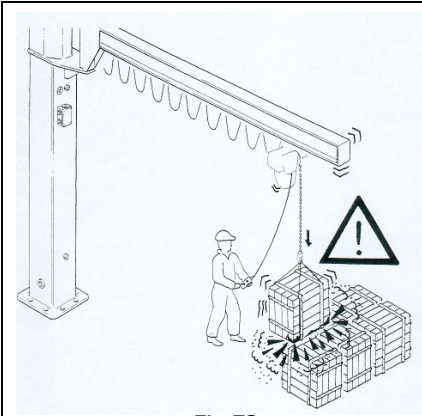

Fig.73
- **Ne jamais** buter avec la charge ou avec la flèche, des machines et des installations (fig. 73).